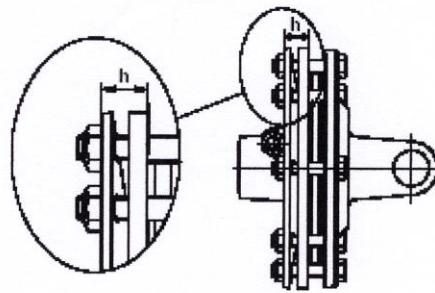

Fig 2
- Очисте кардан та змастіть всі частини що рухаються. Змастіть всі з'єднання (Fig 2)
- Змажте з'єднання кардана з ВВП та валом редуктора (Fig 2)